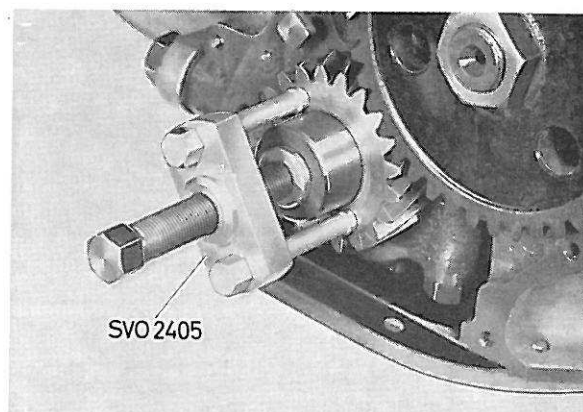
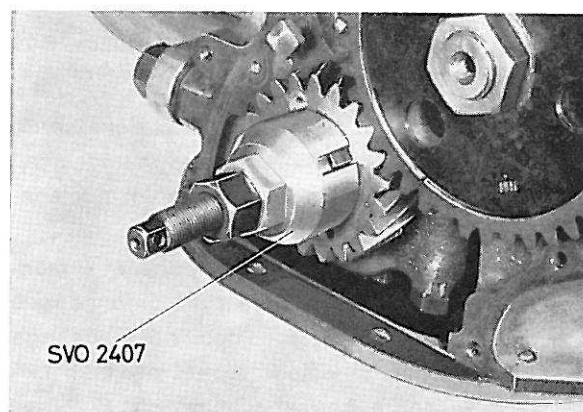
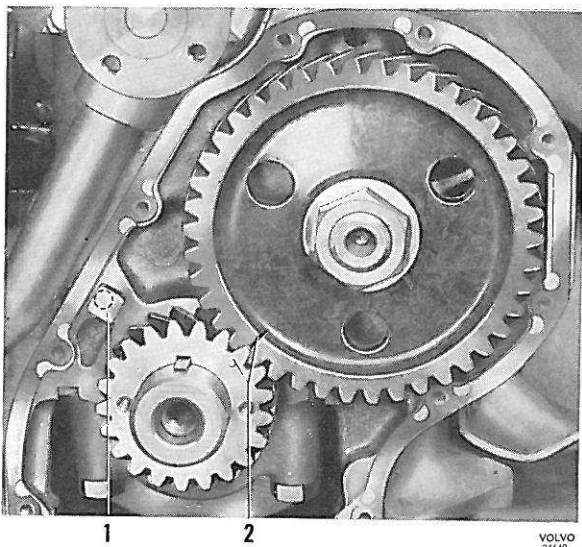

Figure 55. Démontage du pignon de vilebrequin, B 20
Figure 56. Remontage du pignon de vilebrequin B 20
Figure 58. Repères sur pignons de distribution, B 20
7. Extraire le pignon de vilebrequin avec l'extracteur 2405, figure 55. Dévisser le gicleur d'huile, le nettoyer à l'air comprimé et le remonter en place comme le montre la figure 58. Les pignons sont graissés par l'huile envoyée par ce gicleur.
8. Remonter le pignon de vilebrequin à l'aide de l'outil-presse 2407 et le pignon d'arbre à cames à l'aide de l'outil-presse 2408, voir figures 56 et 57. Reposer le moyeu sur le vilebrequin. Ne pas pousser l'arbre à cames en arrière, ce qui pourrait desserrer la rondelle d'étanchéité à l'extrémité arrière de l'arbre. Vérifier la position correcte des pignons les uns par rapport aux autres, voir figure 58. L'outil-presse 2407 possède une prise de clé destinée au pivotement du vilebrequin. Mesurer le jeu entre les flancs des dents d'engrenages et le jeu axial à l'arbre à cames, lesquels sont déterminés par la douille d'écartement derrière le pignon d'arbre à cames. Concernant les cotes, voir "Caractéristiques".